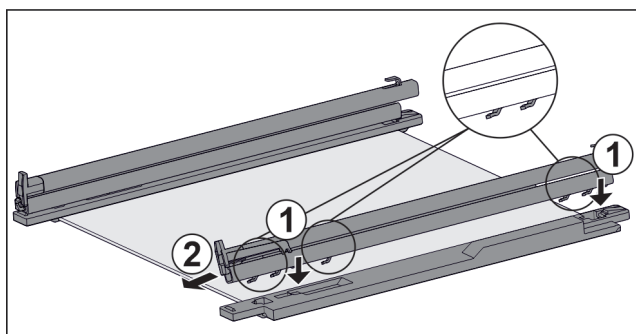

Fig. 160 Ripiano in vetro con guide e fermi
- Inserire il gancio della guida sulle aperture del **gancio** sinistro. Fig. 160 (1)
- Tirare la guida in avanti. Fig. 160 (2)
- Inserire il gancio della guida nelle aperture del **gancio** destro. Fig. 160 (1)